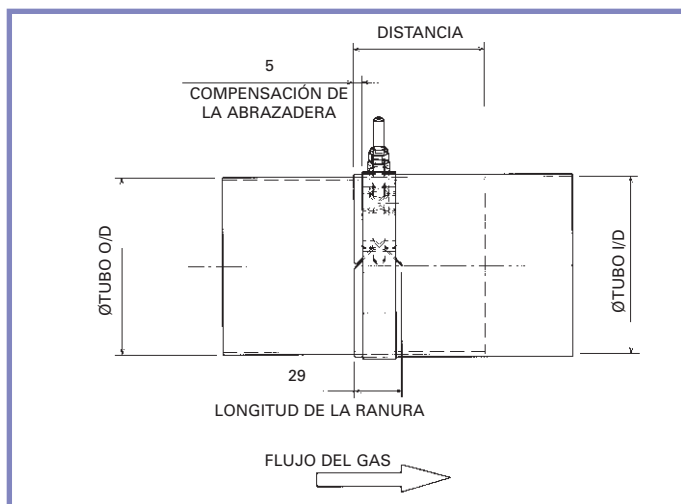

Figure 1: OD/ID Requisitos comunes
3.3 Tous les joints intérieurs et extérieurs de tuyaux/tubes doivent être assemblés comme illustré à la Figure 1 dans laquelle la 'Distance' nominale est égale à 65 mm (50 mm minimum).